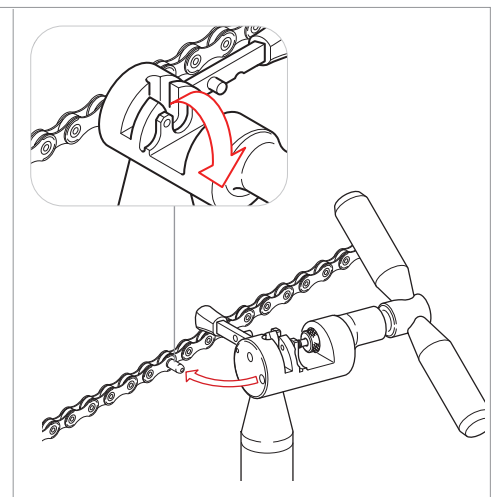

Abb.14
- Führen Sie das herausragende Teil der Führung in das Loch unten am Werkzeug ein und brechen Sie es durch eine Biegebewegung ab (Abb. 14).